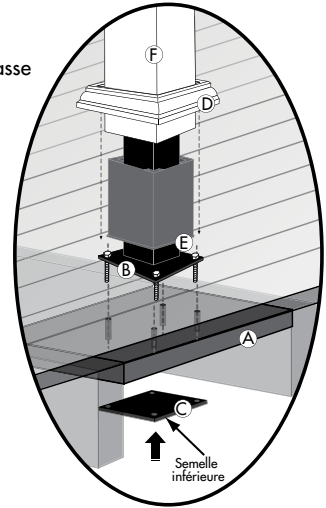

Figure 2
- 6.) Enlevez la vis de la cale d'espacement supérieure en bois et enlevez temporairement la cale d'espacement du poteau d'acier (Figure 2 - E).
- 8.) Glissez à nouveau la deuxième pièce insérée dans le poteau en vinyle par-dessus le poteau d'acier (Figure 2 - F).